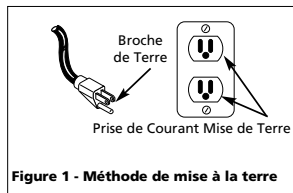

Figure 1 - Méthode de mise à la terre
1. Ce produit est conçu pour l'utilisation d'un circuit de 120 volts et a une fiche de mise à la terre comme celle indiquée sur la Fig. 1. Assurer que le modèle est branché à une prise de courant qui a la même configuration que la fiche. Ce produit doit être mis à la terre. Dans l'événement d'un court-circuit, la mise à la terre diminue le risque de secousse électrique en fournissant un fil d'échappement pour le courant électrique. Ce produit est équipé avec un cordon qui a un fil de terre avec une fiche de terre. La fiche doit être